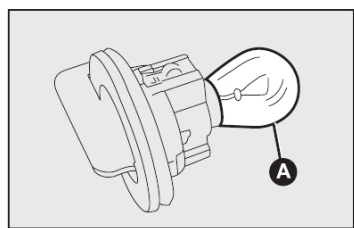

fig. 29
- 3) Retirar a lâmpada **A-fig. 29**, empurrando-a um pouco e girando-a em sentido anti-horário.